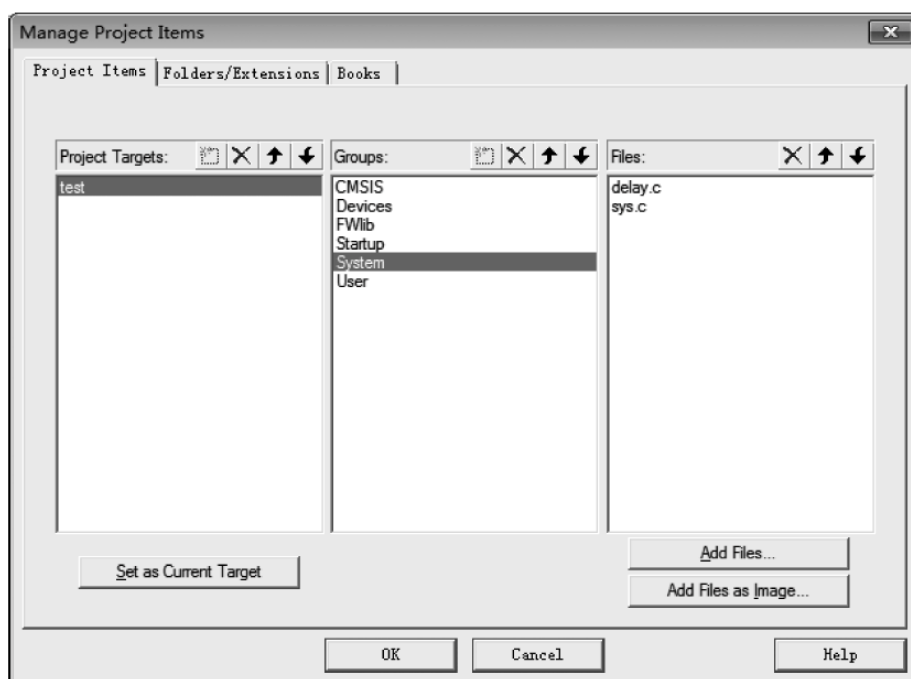

图 5.17 向 System 中添加内容
(5) System 组: STM32F103 系列的底层核心驱动函数中, delay.c 实现了基于 STM32 内部 SysTick 定时器的精确延时, 分别实现了 SysTick 定时器的初始化, 以及毫秒(ms)、微秒(μ s)级别的精确延时; sys.c 实现了系统中常用的功能函数。添加完毕如图 5.17 所示。